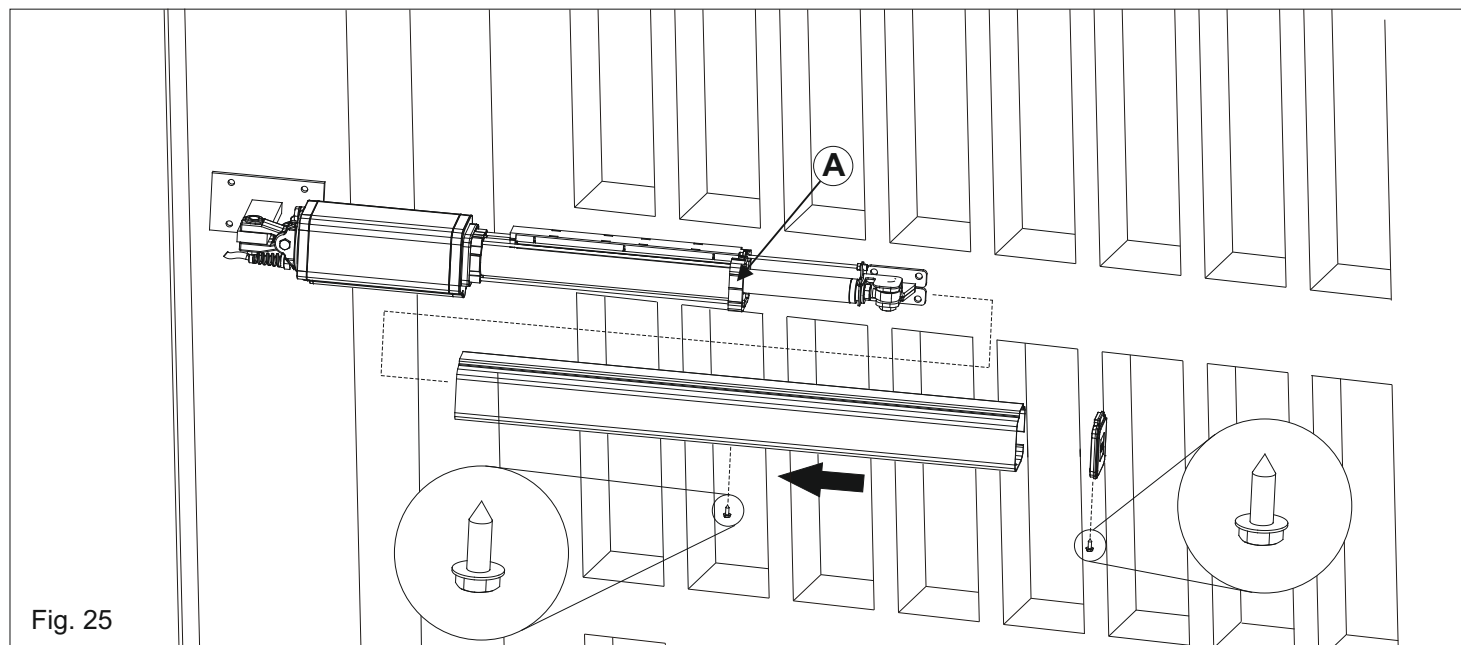

Fig. 25
Asegurarse de haber insertado el marco de plástico antivibración (A) antes de insertar la cubierta cubre pistón (Fig. 25).